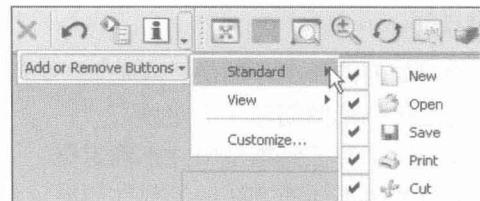

图 1.5 添加或移除按钮
(2) 添加和移除按钮（如图 1.5 所示）：单击【标准】工具条右侧的小三角符号“▼”→单击“Add or Remove Buttons”按钮→选择“标准 (Standard)”→从弹出的列表中选择需要添加或移除的按钮→单击任何其他地方以关闭列表。
(3) 工作坐标系 (WCS)：WCS 在图形窗口中显示，用于测量坐标值和指定方位，可以移动和重定位 WCS。